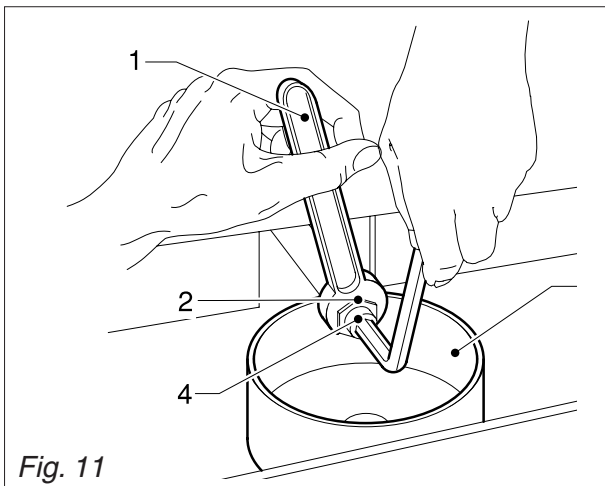

Fig. 11
8.2. Comment préparer le capuccino (Fig.11)